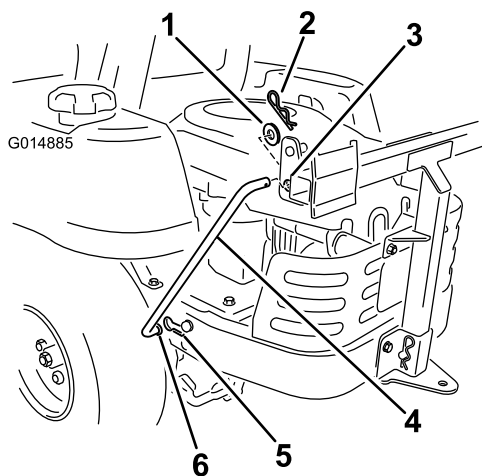

Figura 14
6. Inserite le estremità curve dell'asta nel telaio del sistema di raccolta, come illustrato nella Figura 14.